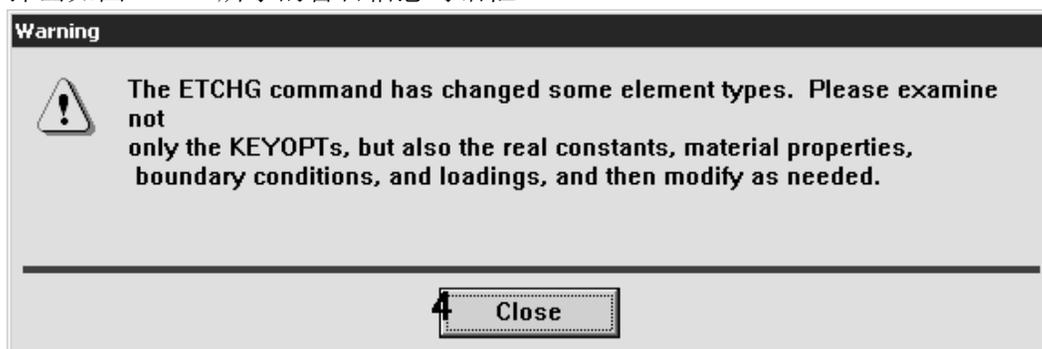

图 12.35 转换单元警告信息
3. 单击对话框中 Change element type (改变单元类型)下拉框中的“Thermal to Struc”选项, 指定将热单元类型转换为相应的结构单元类型, 单击  按钮关闭对话框, ANSYS 程序将把模型中的热单元转换为对应的结构单元。同时弹出如图 12.35 所示的警告信息对话框。